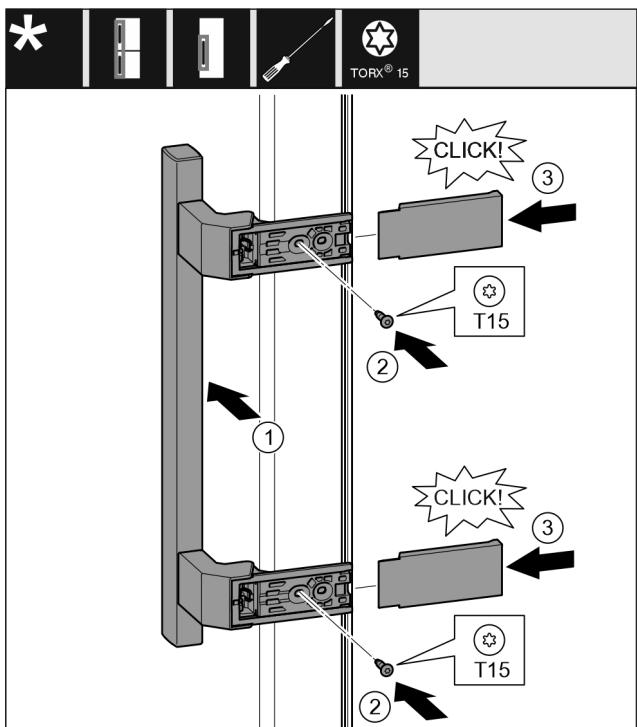

Fig. 18
- Držadlo nasadte na opačnú stranu. Fig. 18 (1)
- Skrutkovačom T15 pevne zaskrutujte skrutky. Fig. 18 (2)
- Kryty nasadte a nasuňte zboču. Fig. 18 (3)